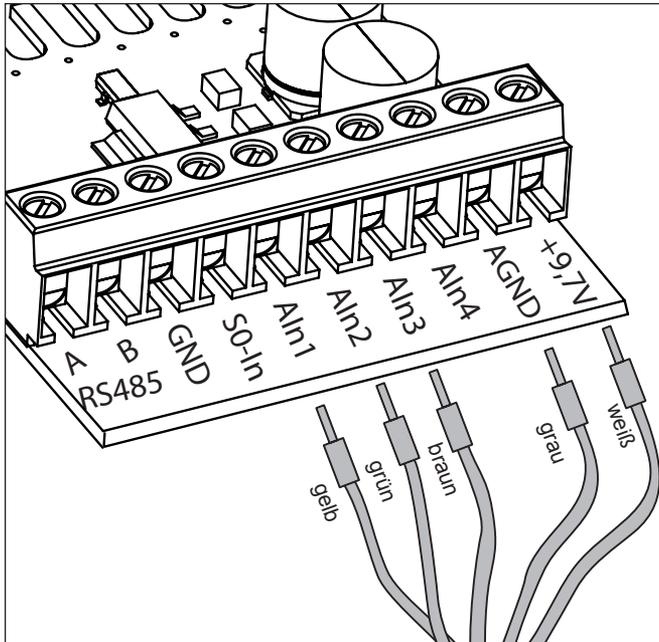

Abb. 7 Verbindungskabel des PIKO Sensors an die Adapterplatine anschließen
- ▶ Verbindungskabel des PIKO Sensors an die Adapterplatine anschließen (siehe Abb.7 und Tabelle 2).